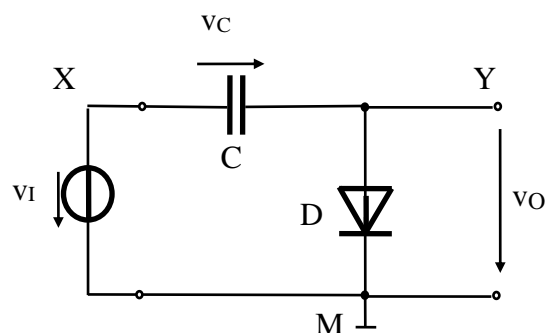

Fig. 4. Diport de translație spre valori negative
- Cum arată cronogramele tensiunilor $v_O(t)$ și $v_C(t)$, în regim permanent, pentru circuitele din Fig. 3 și Fig. 4, dacă $v_I(t)$ este tensiune sinusoidală cu amplitudinea de 0.3V?
- Cum arată cronogramele tensiunilor $v_O(t)$ și $v_C(t)$, în regim permanent, pentru circuitele din Fig. 3 și Fig. 4, dacă $v_I(t)$ este tensiune sinusoidală cu amplitudinea de 10V
Se construiește circuitul din Fig. 4